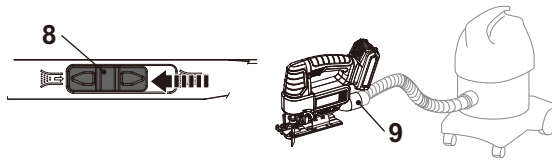

Fig. 3
Instale um dispositivo de extracção de pó, por exemplo, um dispositivo de aspiração adequado (Ø 35 mm) na união de extracção de pó (9). Posicionar o interruptor de sopro/ aspiração (8) (Fig. 3). à esquerda para a posição da extracção de pó.